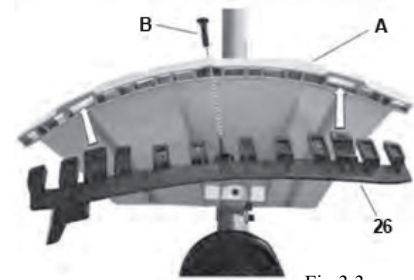

Fig.3.3
**3.3 Quando si utilizza la testina tagliafilo è necessario montare sempre la protezione aggiuntiva, con coltello tagliafilo.** (Fig.3-3, Fig.3-4)
Fissare la protezione aggiuntiva (26) utilizzando la vite (B). (Fig.3-3)
Svitare la vite (B); (Fig. 3-3)